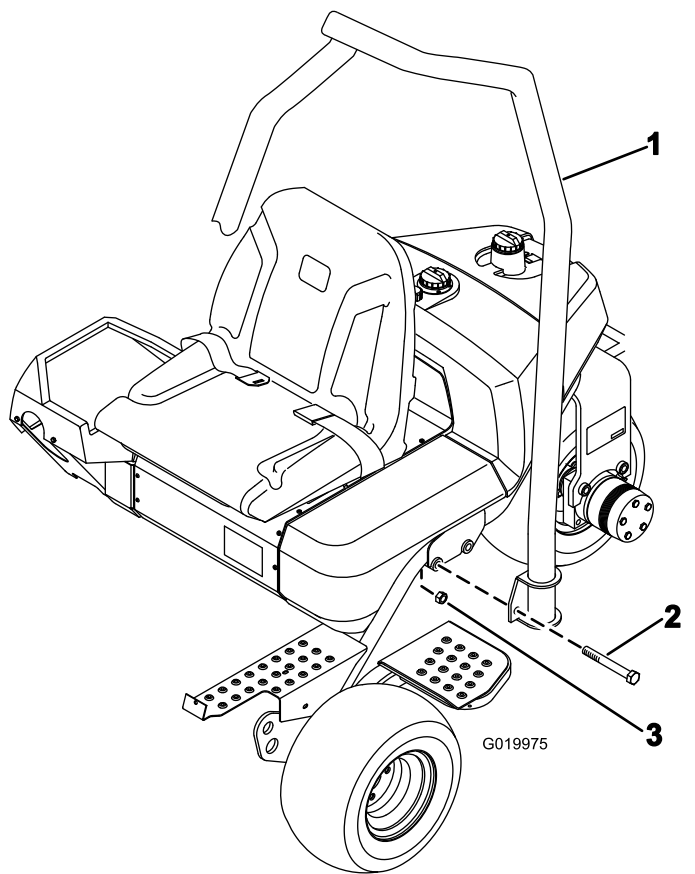

图7
1. 调整翻车保护杆的位置，使钢管的顶部弯向机器前面（图7）。
2. 将翻车保护杆放低到机架上，使其与安装孔对齐（图7）。
3. 如图7所示，用2个螺栓（ $\frac{5}{8}$  x  $4\frac{1}{2}$  英寸）和锁紧螺母将翻车保护杆的两侧固定到机架上。